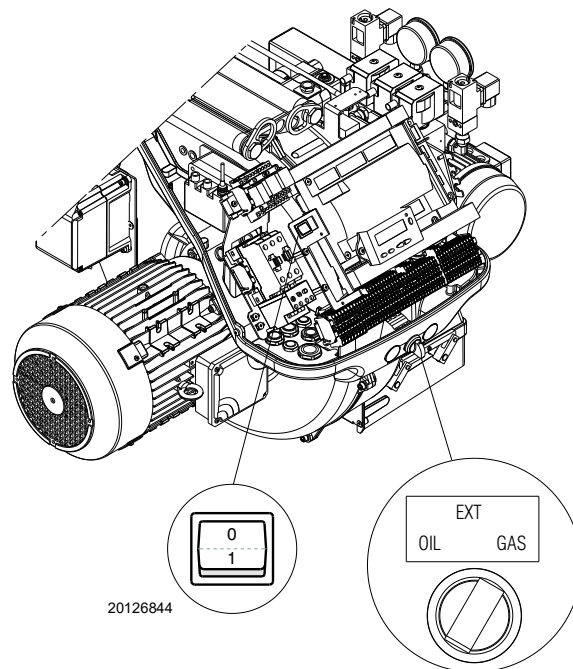

Abb. 36
- 1 mit dem Wahlschalter **“OIL-EXT-GAS”** (Abb. 36)